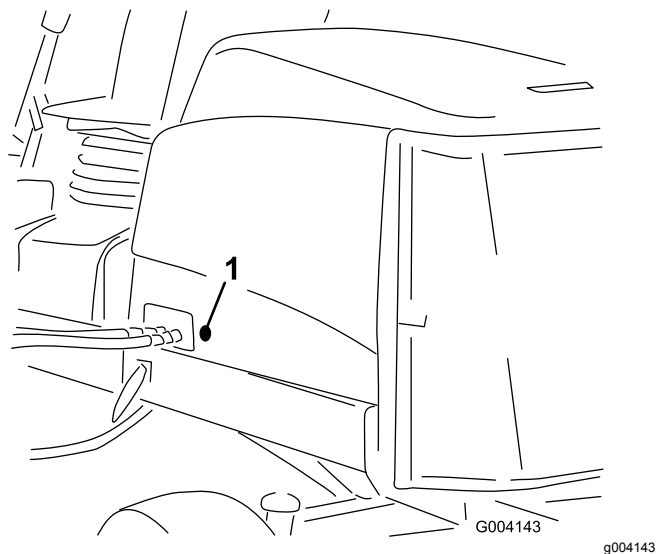

Figura 16
2. Retire el tapón de goma del taladro de lado izquierdo del capó (Figura 16).